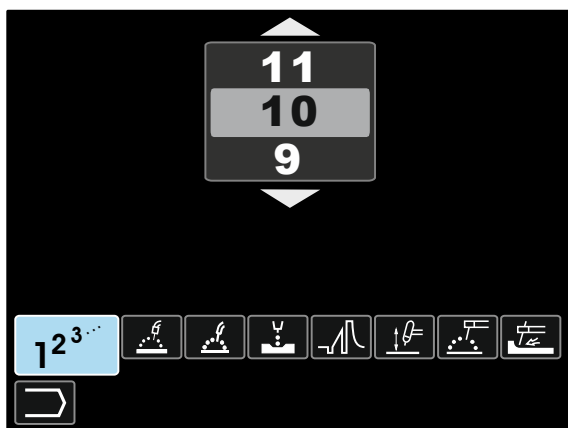

Figure 8
- Utiliser la commande de réglage [11] pour sélectionner l'icône de sélection de programme de soudage – Figure 8.